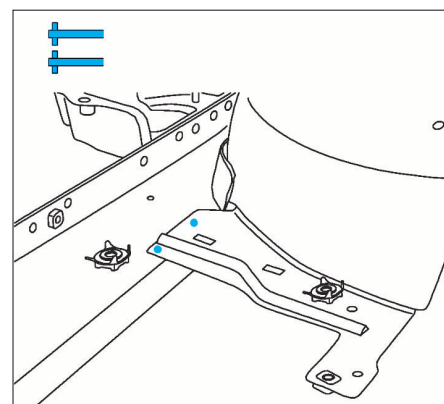

FIG. 28
- Après ajustage, procéder au soudage (Fig.28 à 32) au MIG ou avec une poutreuse électrique puis meuler.